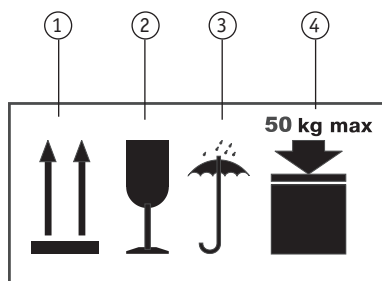

Fig. 7
- Símbolos de tratamiento durante el transporte y el almacenamiento (Fig. 7)